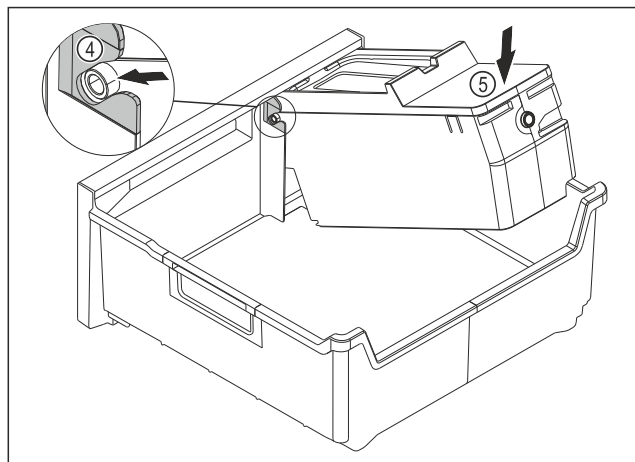

Fig. 46
- ▶ EasyTwist-Ice-Korpus montieren: Achsen des EasyTwist-Ice-Korpus in die Führungen Fig. 46 (4) einschieben.
- ▶ EasyTwist-Ice-Korpus Fig. 46 (5) hinten nach unten drücken.